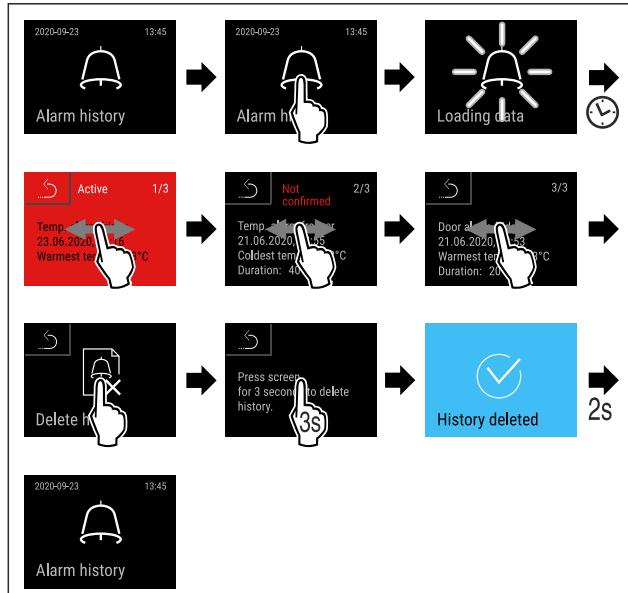

Fig. 157
- Seguir los pasos de procedimiento (consulte Fig. 157).